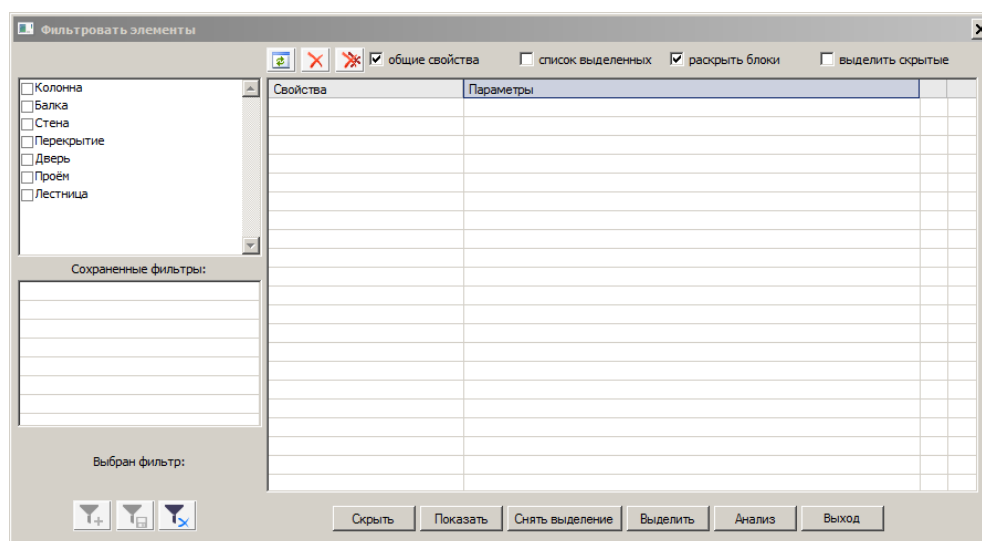

Рис.7.30. Диалоговое окно Фильтровать элементы
- Вызовите диалоговое окно **Фильтровать элементы** (рис.7.30) щелчком по кнопке **Фильтр** на панели инструментов **Визуализация**.